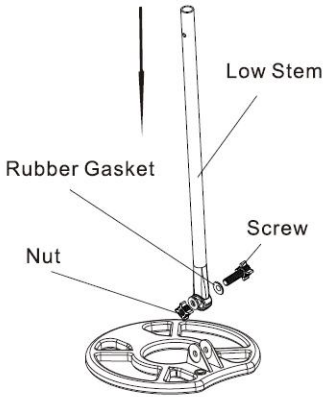

Abb. 1
1. Lösen Sie die Schraube, schieben Sie den unteren Stab in die Suchsonde und ziehen Sie die Schraube fest (siehe Abb. 1). Die Gummidichtung sollte korrekt angebracht sein.